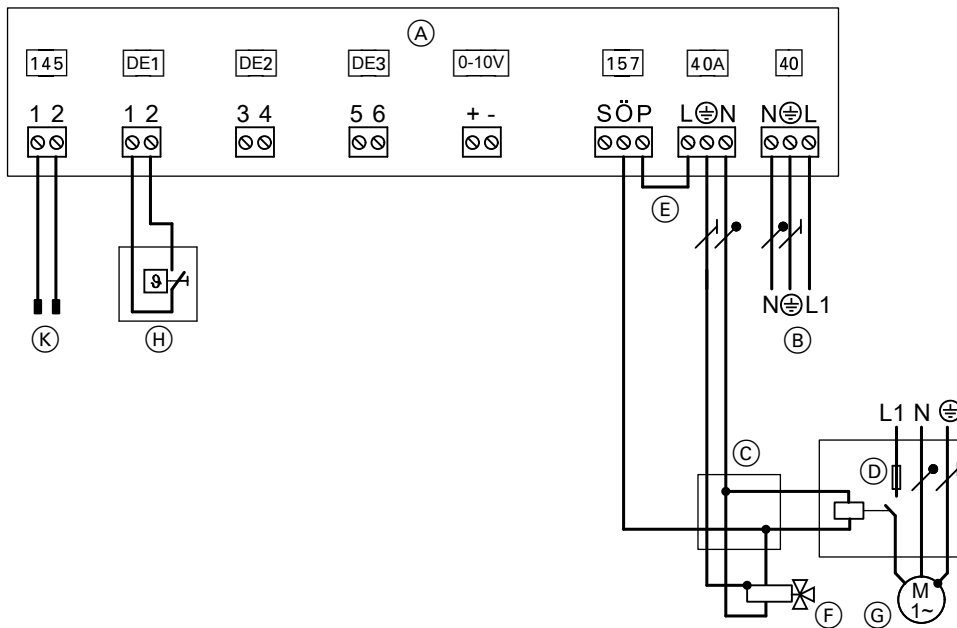

Abb. 21
- Anschlüsse an Erweiterung EA1 **nur** gemäß Abb. 21 ausführen.